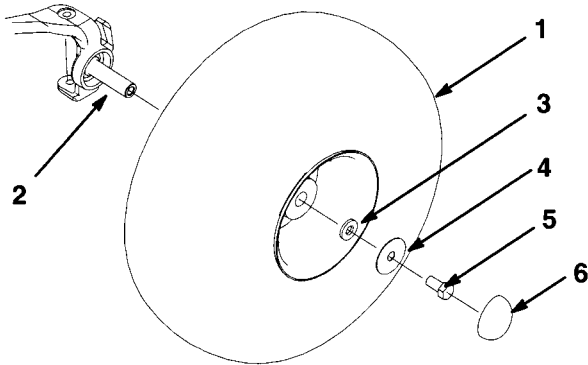

図3
3. キャップスクリュ（図3）でスピンドルに前輪を固定し、61 ~ 88 N.m (6.2 ~ 9.0 kg/cm2) にトルク締めする。